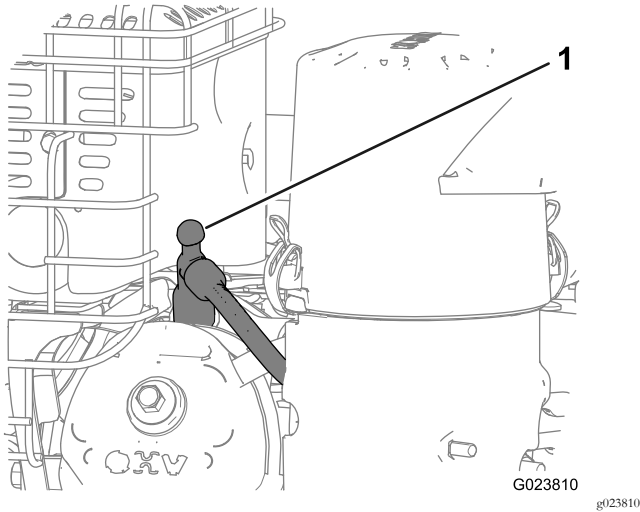

Figure 19
3. Débranchez et éloignez le fil de la bougie pour éviter tout risque de démarrage accidentel (Figure 19).
1. Débranchez le fil de la borne de la bougie (Figure 19).